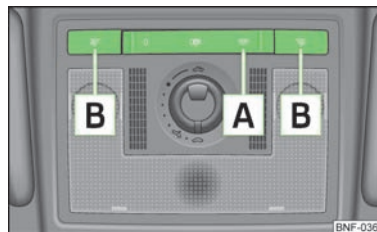

Abb. 26
- › Den Schalter **A** » Abb. 26 in Stellung  drücken.
- › Den Schalter **A** » Abb. 26 in Stellung **0** drücken.
- › Den Schalter **A** » Abb. 26 in die mittlere (waagrechte) Stellung  drücken. ▶
- Die Schalter **B** » Abb. 26 drücken, um die Leseleuchten ein- bzw. auszuschalten.